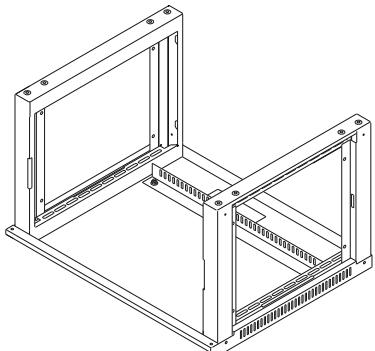
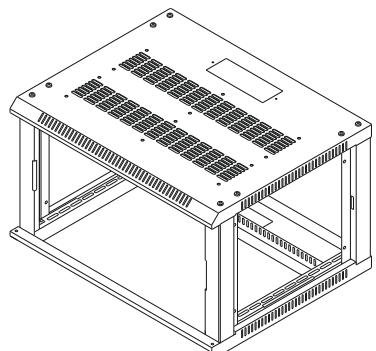

Рисунок 4
Рисунок 5
4.1.4 Поставьте собранный узел на дно (рисунок 4), установите на рамы крышу (рисунок 5) и закрепите восемью винтами M6×16.